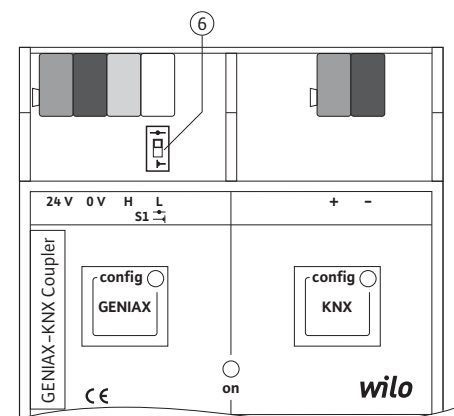

Fig.14-11: Terminierungsschalter GeniAx KNX Coupler
Der GeniAx KNX Coupler verfügt auf der GeniAx-Seite über einen Bus-Abschlusswiderstand von 120 Ω . Dieser kann über den Terminierungsschalter (6) aktiviert werden (siehe Fig. 14-11).